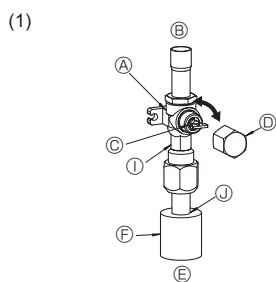
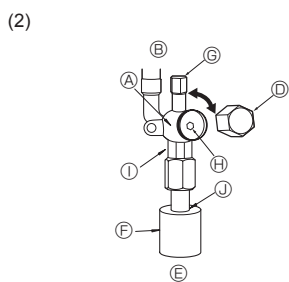

Fig. 4-6
Fig. 4-7
- (1) Gasside (Fig. 4-6)
- ① Afmonter hættten, træk håndtaget hen imod Dem og drej en 1/4 omgang mod uret for at åbne.
- ② Kontrollér, at stopventilen er helt åben, skub håndtaget ind og drej hættten tilbage til den oprindelige position.
- (2) Væskeside (Fig. 4-7)
- ① Fjern dækslet, og drej ventilspindlen mod uret så langt som muligt vha. en 4 mm sekskantet skrueøgle. Stop med at dreje, når den når stopperen (ø9,52: ca. 10 omgang).